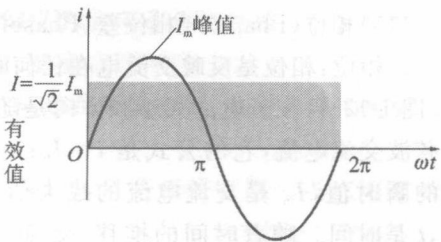

图 1-11 正弦波交流电的峰值和有效值
c. 有效值:有效值是从热效应的角度来描述交流电数值大小的物理量。把直流电和交流电分别通过两个相同的电阻器件,如果在相同时间内它们产生的热量相等,那么就把此直流电的电压、电流作为此交流电的有效值(图 1-11)。